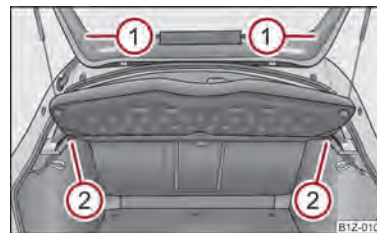

Fig. 59 Dépose de la tablette du coffre à bagages
- Décrochez les sangles ① → fig. 59.
- Sortez le cache de la fixation ② et tirez-la horizontalement en arrière.
- Lors de la remise en place, poussez d'abord le cache-bagages dans la fixation ② puis accrochez les sangles ① sur le capot du coffre à bagages.